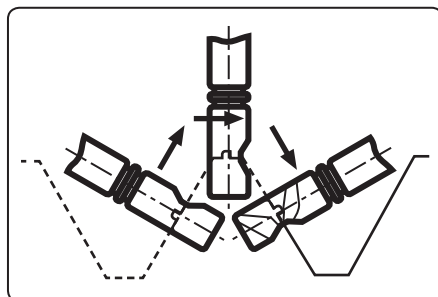

Abb. 4
- Zum Schneiden von Wellblech muss die Akkuschere senkrecht zum Blech aufgestellt und in Wellungsrichtung geführt werden (Abb. 4).